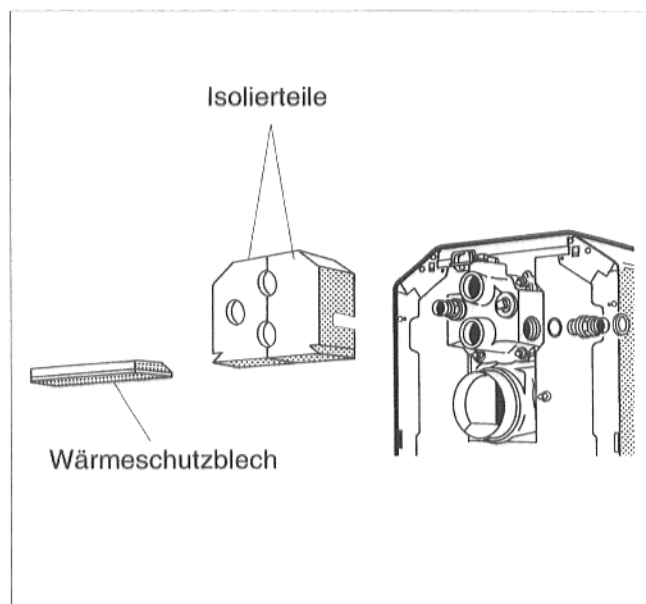

Abb. 7
- Isolierteile entsprechend der verwendeten Anschlüsse ausschneiden und auf das Anschlußformstück aufschieben (Abb. 7).
- Wärmeschutzblech unten auf die Isolierteile aufschieben (Abb. 7).